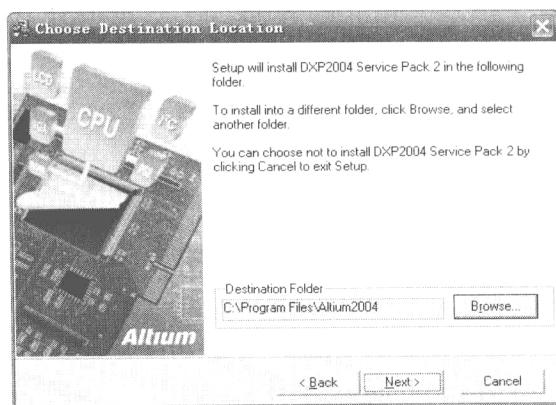

图 1-9 选择安装路径
(2) 选中“I accept the terms of the End-User License agreement and wish to CONTINUE”单选按钮，接受最终用户许可协议，系统将弹出安装路径选择界面，如图 1-9 所示。
(3) 在图 1-9 所示中，可根据用户需要选择软件安装路径，一般选用默认路径安装路径。